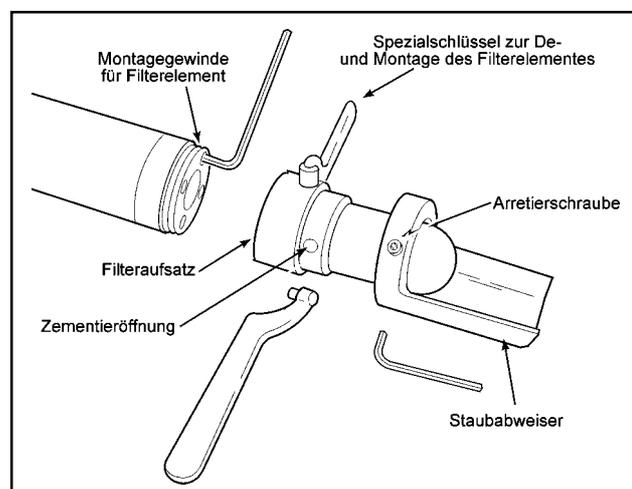

Abbildung VI-10 Montage des Keramikfilters
- **Schritt 2** Das Filterelement wird mit einer Zange oder einem Spezialschlüssel, der Bestandteil des Werkzeugsatzes P/N 3535B42G02 ist, vom Gewindeaufsatz der Messzelle demontiert. Wenn der Transmitter mit einem Keramikdiffusionselement ausgestattet ist, werden zunächst die Schrauben zur Arretierung des Staubabweisers entfernt (siehe Abbildung VI-10). Danach erfolgt die Demontage des Filterelementes mit dem Spezialschlüssel. Nach der Demontage vergewissern Sie sich bitte, ob das Filterelement funktionstüchtig ist und auch keine mechanischen Schäden aufweist.
□ Schritt 2 Mittels der Spezialschlüssels (Abb. VI-10) das Filterelement abschrauben und auf Beschädigungen kontrollieren.